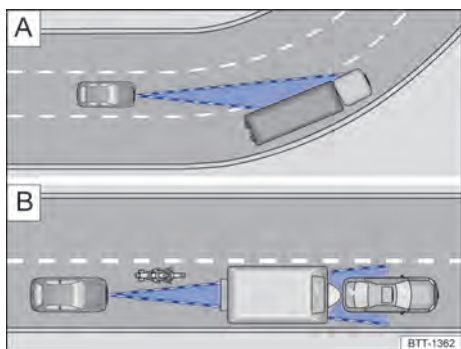

Fig. 102 (A) Conducción en curva. (B) Vehículos fuera del área de alcance del sensor de radar
El sensor de radar frontal siempre realiza las mediciones en dirección recta. Por lo tanto, los vehículos en curvas cerradas pueden detectarse accidentalmente o los vehículos que se encuentran adelante pueden no detectarse → fig. 102 (A).
- Vehículos que conducen fuera del área de sensor, a poca distancia del propio vehículo, por ejemplo, motocicletas → fig. 102 (B).